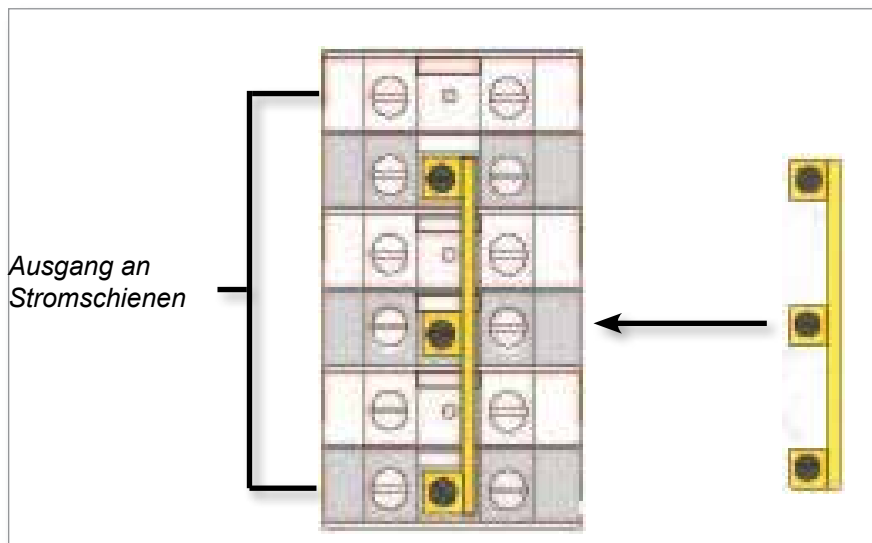

Figure 9-2 3-polige Steckbrücke anschließen
2. Schließen Sie die 3-polige Steckbrücke an. Siehe Figure 9-2.